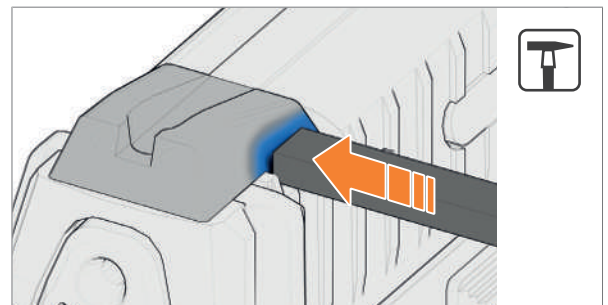

Abb. 37: Visier entnehmen
3. Visier mit Werkzeug entnehmen (Abb. 37).